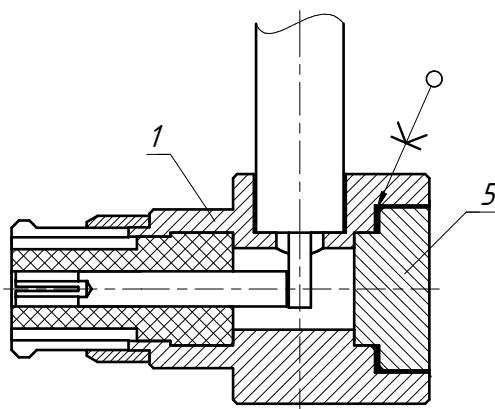

Рис. 38 – Установка крышки в корпус соединителя
- Нанесите клей EPO-ТЕК-H20E-175 в отверстие для пайки центрального проводника в корпусе и установите в него крышку 5 (рисунок 38);